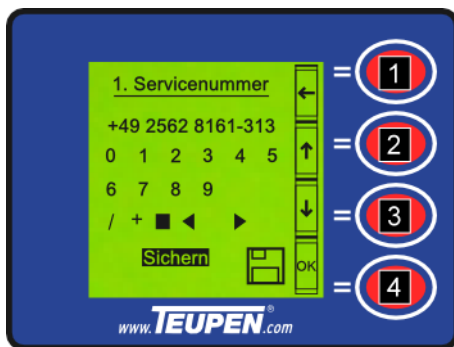

Abb. 76: Servicenummer spei-
4. Mit den [Funktionstasten] (Abb. 76/2 und 3) den Cursor auf "Save" stellen.
5. Mit der [Funktionstaste] (Abb. 76/4) die Einstellungen speichern.
6. Mit der [Funktionstaste] (Abb. 76/1) zurück in das Menü [Einstellungen] springen.